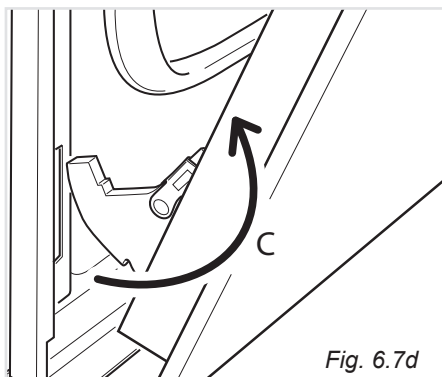

Fig. 6.7d
- Estrarre i ganci delle cerniere dalla loro posizione seguendo la freccia "C" (fig. 6.7d).